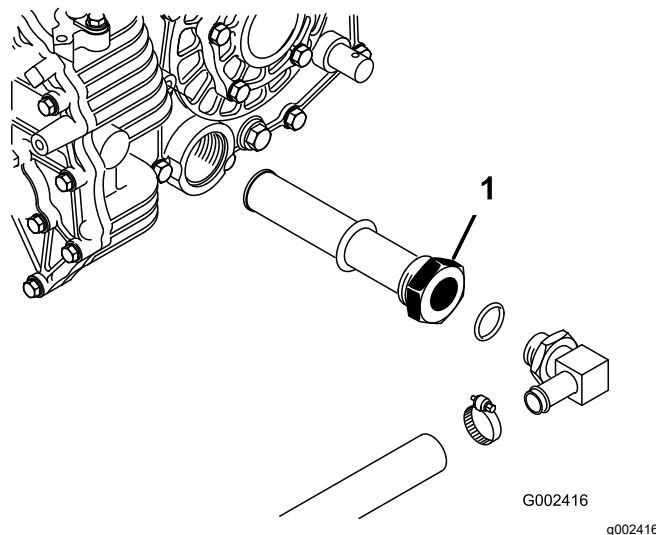

Figure 71
- Notez l'orientation du flexible hydraulique et du raccord à 90° raccordé à la crépine sur le côté du réservoir (Figure 71).